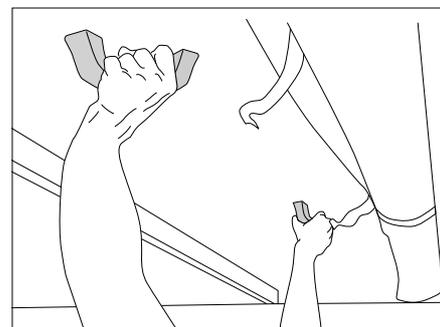

Bild 46 Aufstelldach hochstellen
- Aufstelldach an den Griffen mit beiden Händen nach oben drücken (Bild 46).